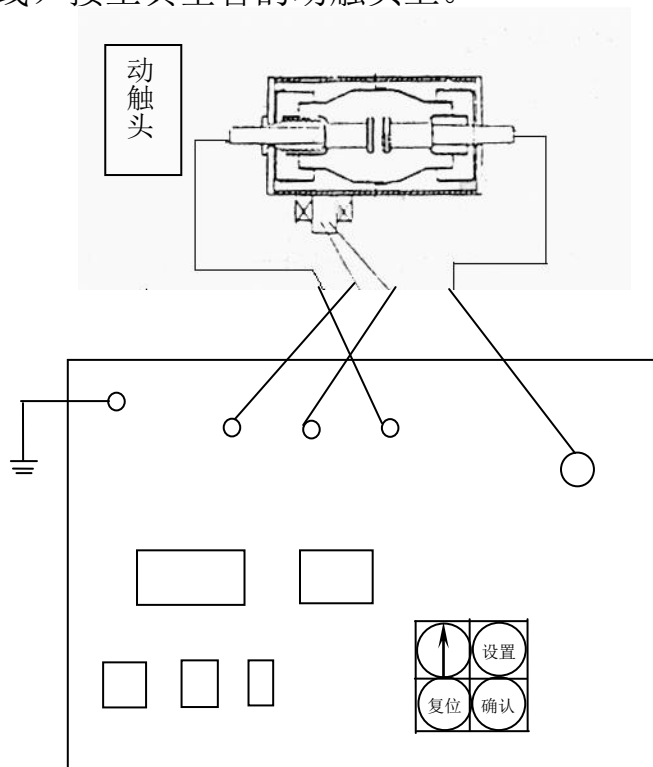

图 4 测试连线图
2、将被测的真空管按图 4 与仪器接线。具体的操作为：先将仪器接地端接到大地上，再将磁控线圈通过磁场电流线连接仪器的磁场电压正、负端，将高压输出端用高压电缆连接到真空管的静触头上，将离子电流输入端通过离子电流线（屏蔽线）接至真空管的动触头上。